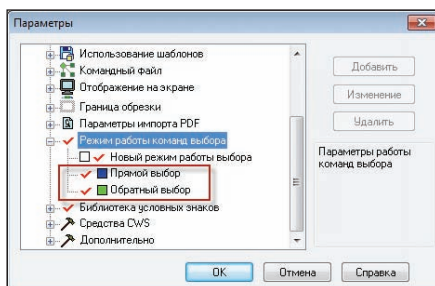

Рис. 30. Задание режима работы выбора и цвета прямоугольника
- добавлена возможность управления цветом прямоугольника выбора (рис. 30);